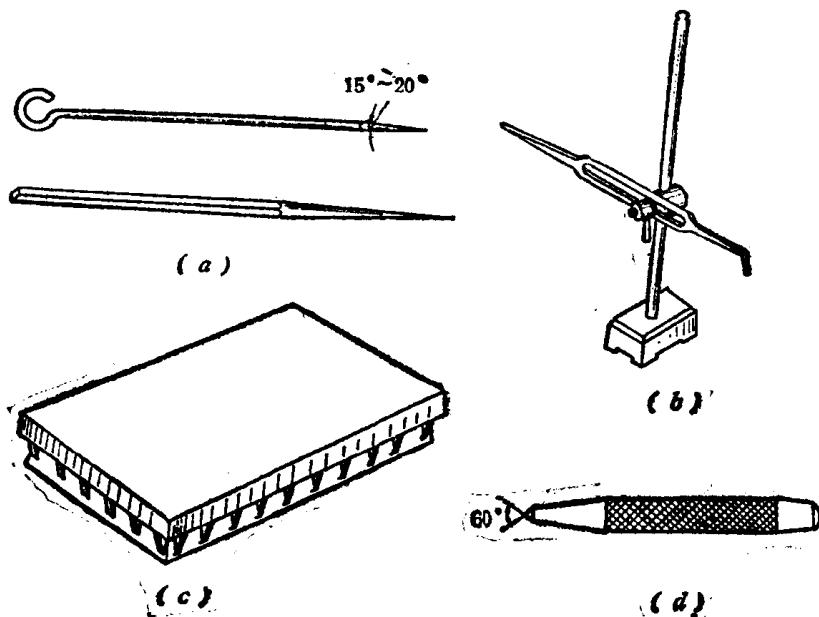

图2—10 划线工具
(1) 划针 划针(图2—10a)是在工件上直接划出加工线的工具。划针是用工具钢或弹簧钢丝制成，直径为3~5毫米，尖端磨成 $15^{\circ}\sim20^{\circ}$ 的尖角，并经淬火处理。